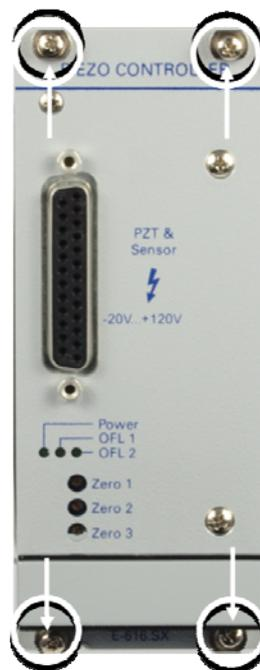

Abbildung 2: Frontplatte des E-616, die Pfeile zeigen an, wo die Frontplatte an ein passendes Gehäuse angeschraubt wird
- 3 Fixieren Sie das Modul mittels der vier mitgelieferten Kreuzschlitzschrauben an der Frontseite, siehe Abbildung 2 unten